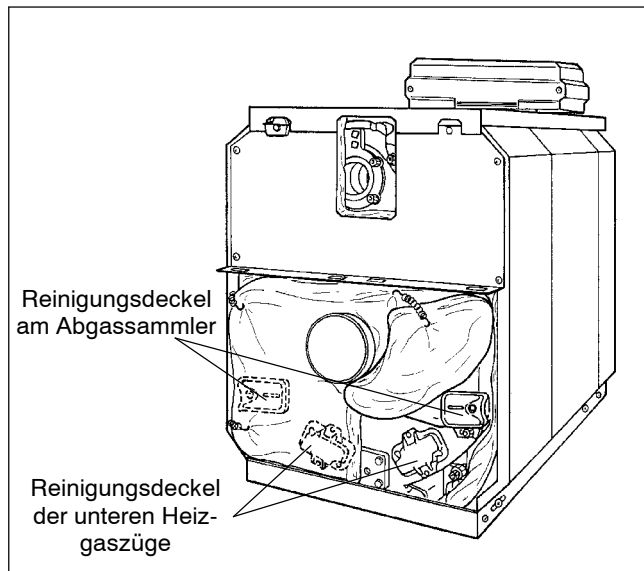

Abb. 58
- Verbrennungsrückstände aus dem Abgassammler entfernen (Abb. 58).
- Die unteren Heizgaszüge von vorne und hinten mit der Reinigungsbürste 2 reinigen (Abb. 58).